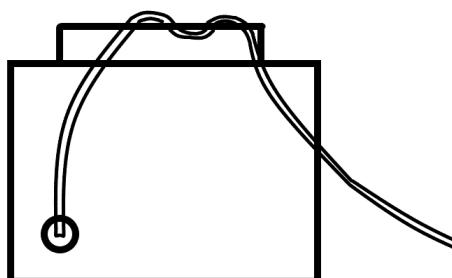

Figure 11
1. Enrouler le câble 2 à 3 fois autour de la poignée. (Fig. 11)